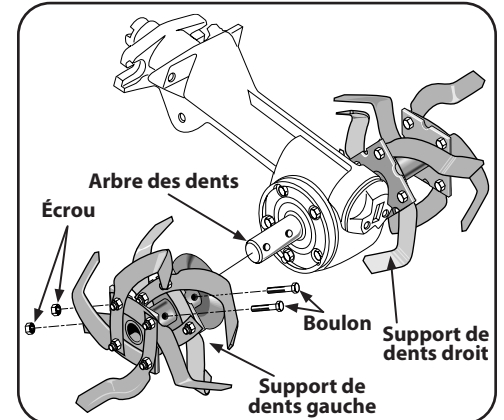

Figure 5-33
5. Utilisez deux clés de 9/16 po pour enlever les deux boulons et écrous qui fixent la dent à la plaque de retenue de la dent. Voir Figure 5-33. Utilisez de l'huile pénétrante sur le matériel de fixation s'il est rouillé ou difficile à enlever.
3. Enlevez les deux boulons et écrous qui fixent chaque support. Voir Figure 5-33.